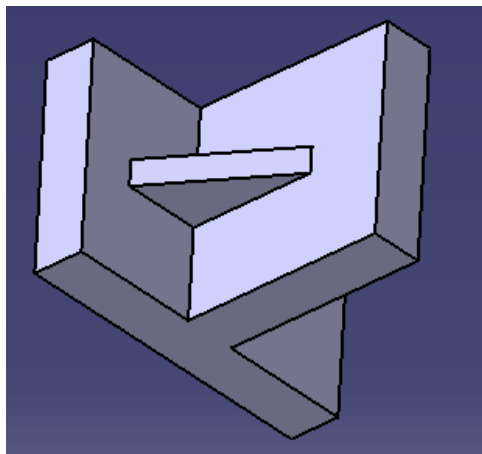

图 3-65
(4) Thickness 设为 10mm, Selection 栏中用鼠标选择 Spline 后, 点击 OK 键, 产生如图 3-65。